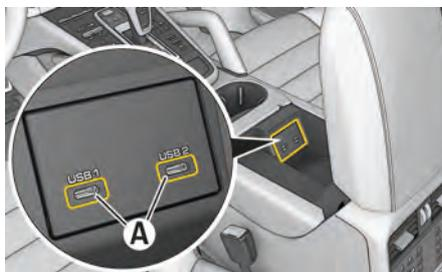

図. 159 アームレスト内のインターフェイス
2. 外部機器 (iPod、USB メモリーなど) を USB インターフェイス (タイプ C) **A**(図. 159) に接続します。